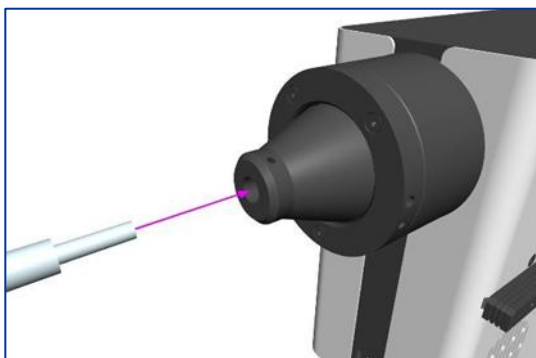

Figure 13
1. Insérer l'extrémité libre d'un guide de lumière liquide de 3 mm dans la source lumineuse, en veillant à ce que le guide de lumière soit entièrement inséré dans le barillet de sortie de la source lumineuse (Figure 13).